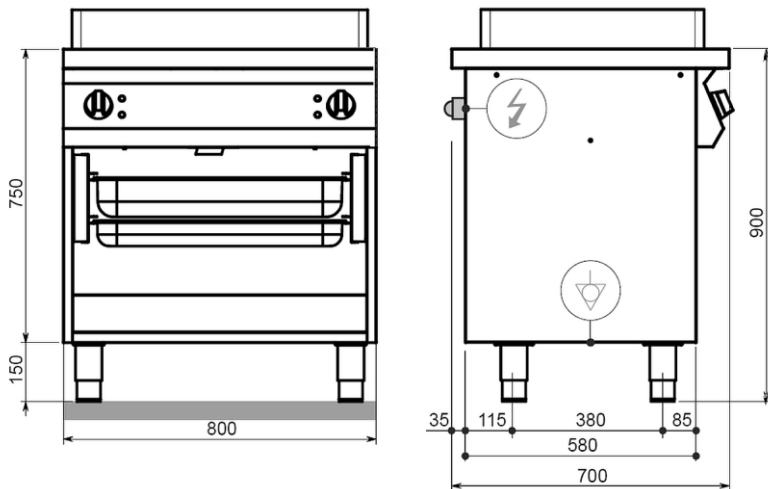

Abb. 3
- Berücksichtigen Sie bei der Aufstellung die Abmessungen des Gerätes (Abb. 3).
- Das Gerät muss an ein Potentialausgleichssystem angeschlossen sein; für den Anschluss ist auf der Geräterückseite eine entsprechende Schraube mit dem Symbol "⚡" (Abb. 3) angebracht. Der Potentialleiter muss einen Mindestquerschnitt von 10 mm2 aufweisen.
2. Drehen Sie den Temperaturregler (C, Abb. 3) für die jeweilige Heizzone im Uhrzeigersinn, um das Gerät einzuschalten.